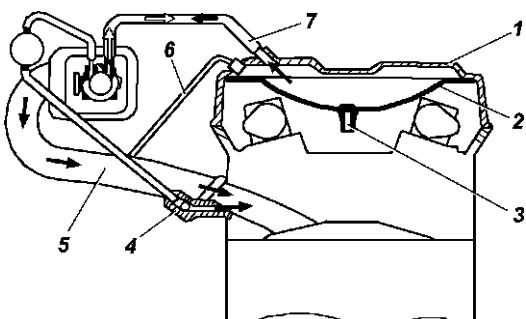

Рис. 4.9. Схема вентиляции картера двигателя:
**Система вентиляции картера двигателя.** Обслуживание заключается в периодической промывке и очистке каналов и шлангов. При сборке необходимо обеспечить герметичность соединений. При обслуживании системы вентиляции (рис. 4.9) необходимо снять крышку 1 клапанов, шланги 6, 7 ветвей вентиляции и очистить от смолистых отложений каналы вентиляции в крышке клапанов и впускной трубе, шланги вентиляции и патрубки маслоотражателя 2. Промывку маслоотражателя в бензине проводите без снятия его с крышки клапанов.